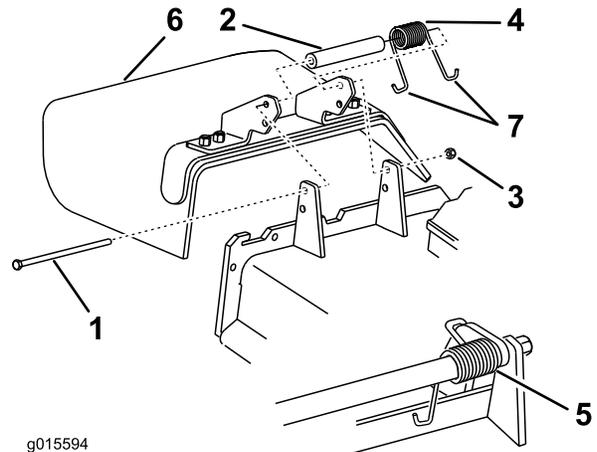

Figura 98
1. Retire la contratuerca, el perno, el muelle y el espaciador que sujetan el deflector a los soportes de pivote (Figura 98). Retire el deflector de hierba dañado o desgastado.
Nota: Asegúrese de colocar un extremo en **J** del muelle detrás del rebordo de la carcasa antes de instalar el perno, según se muestra en Figura 98.
3. Instale el perno y la tuerca. Coloque un extremo en **J** del muelle alrededor del deflector de hierba (Figura 98).